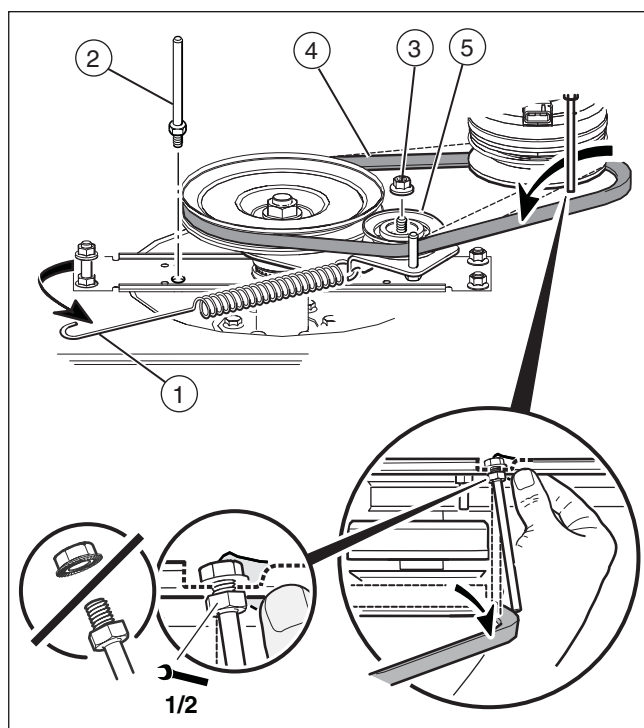

Abbildung 34
2. Die Verlängerungsfeder (1) aus dem Mähwerkzapfen aushaken.
3. Die Riemenführung (2) von der Antriebsriemenscheibe lösen (siehe **Abbildung 34**).
4. Die Flanschmutter (3) von der Oberseite der Spannscheibe (4) entfernen und die Spannscheibe ausbauen.
5. Den Mähwerk-Antriebsriemen (5) ausbauen.